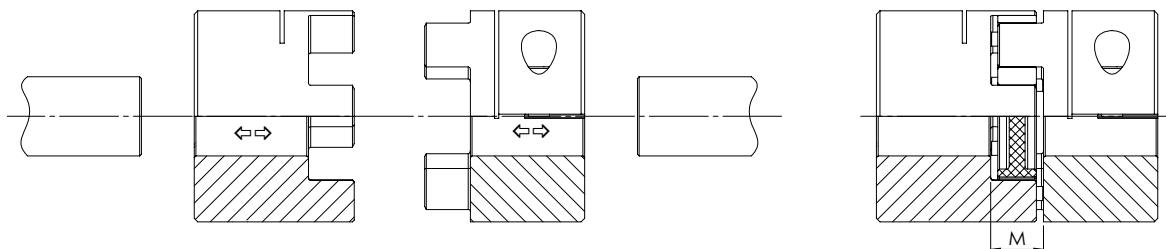

Figura 4-4 - TRASCO® ES: montaggio GESM
- Montare i mozzi sull'albero motore e condotto (vedi FIGURA 4-4)